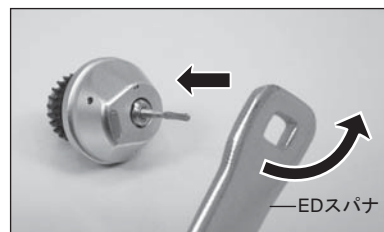

図8
- 2)ローターを押さえ、ローター軸ナットへEDスパナを掛け、図8の矢印の方向へ回します。スパナは四角の穴、コの字形どちらも使用できます。